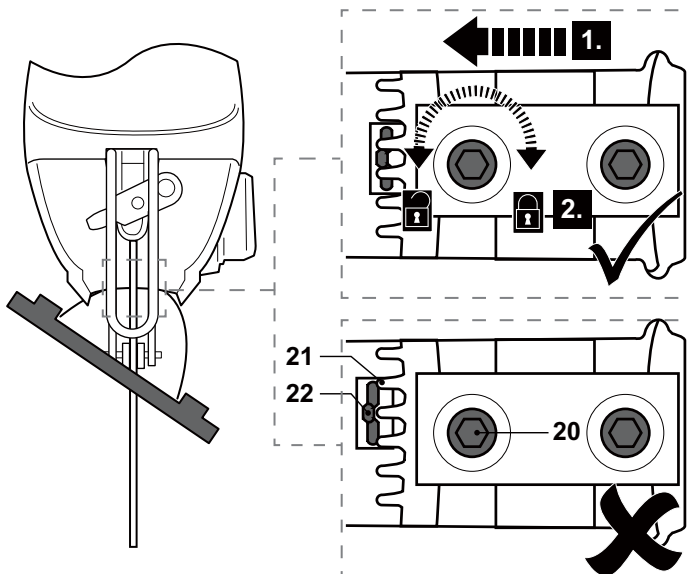

Fig. 9
> Desplace la placa base (11) hacia delante para acoplar los dientes (21) en el engranaje (22) (Fig. 9, paso 1).
> Apriete los 2 pernos de cabeza hexagonal (20) con la llave hexagonal (6) (Fig. 9, paso 2).